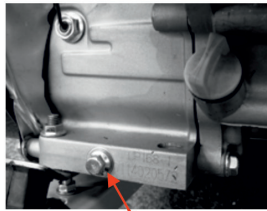

Рис. 22
3. Выкрутите сливной болт (рис. 22, 23);